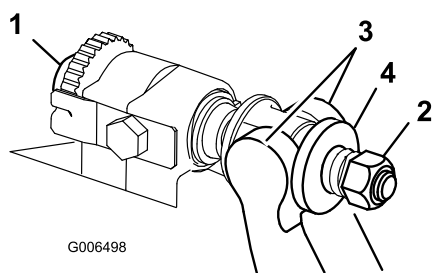

Figura 25
1. Gire el tornillo de ajuste de la barra de asiento, en el sentido contrario a las agujas del reloj, para alejar la contracuchilla del molinete (Figura 25).
2. Afloje la tuerca de tensado del muelle hasta que el muelle deje de presionar la arandela contra la barra de asiento (Figura 25).